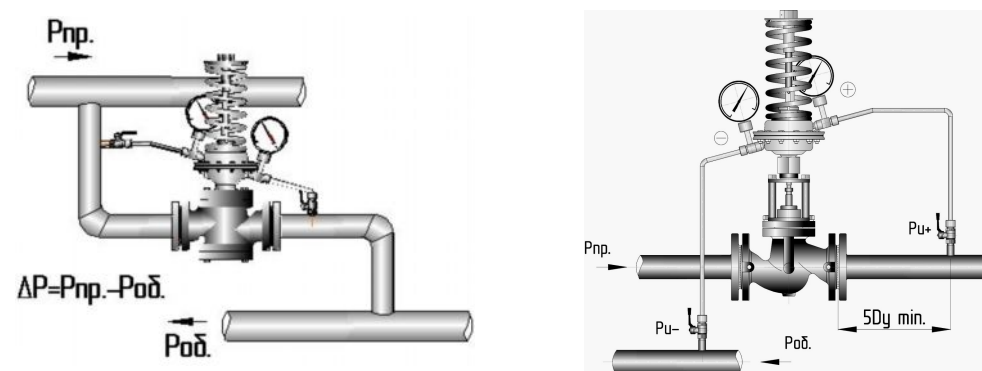

Рис.9 Включение регулятора УРРД для поддержания перепада давления «до себя» (НЗ) и «после себя» (НО).
- ввернуть два штуцера (комплектация РГД) из комплекта монтажных частей (поз.2) в штуцер на гидроприводе согласно схеме подключения рис.9;